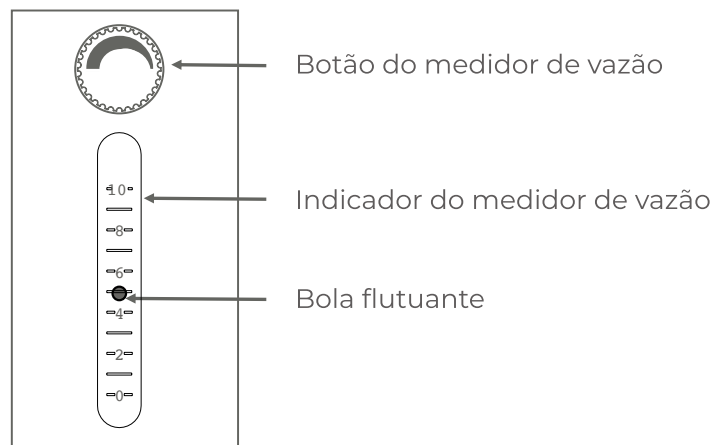

Figura 6: Configuração do fluxo
- Gire o seletor do fluxômetro até a litragem de oxigênio prescrita pelo profissional de saúde (Figura 6).